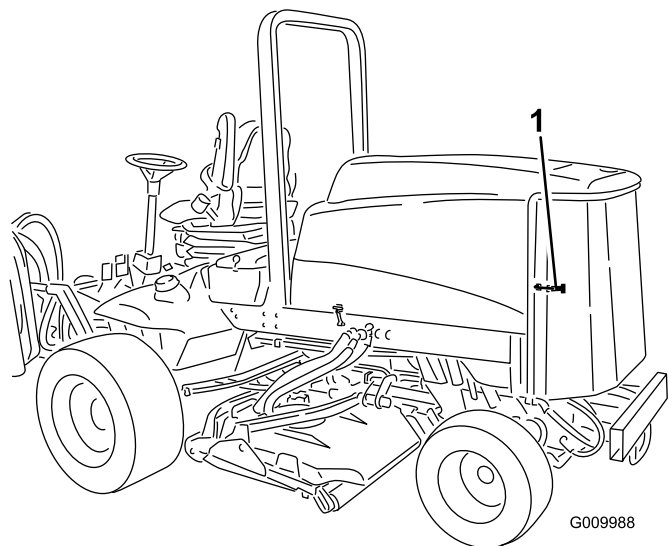

Рисунок 62
1. Откройте защелку и откиньте заднюю решетку (Рисунок 62).